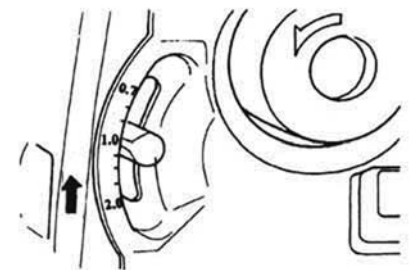

Fig. 45
- Mettez le levier d'alimentation différentielle ❹ sur une valeur inférieure à 1,0 (Fig. 45). Le réglage exact dépend du tissu à travailler et de "l'effet d'ondulation" souhaité.